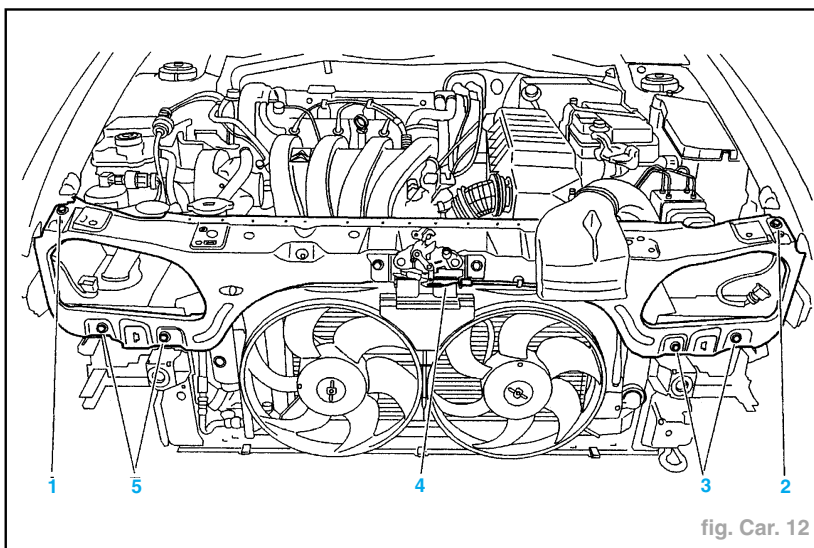

fig. Car. 12
- Dégrafer le câble d'ouverture du capot (4) (fig. Car. 12).
- les vis (1), (2), (3) et (5),